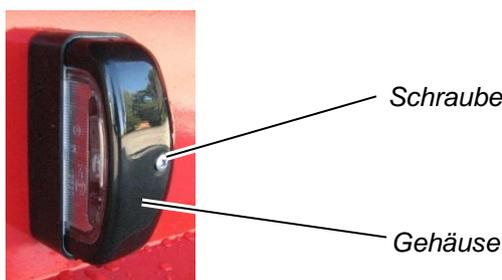

Abbildung 61: Kennzeichenleuchte
- ⇒ Schrauben Sie die Schraube aus der Kennzeichenleuchte heraus (siehe Abbildung 61).
- ⇒ Ziehen Sie das Gehäuse ab (siehe Abbildung 61).